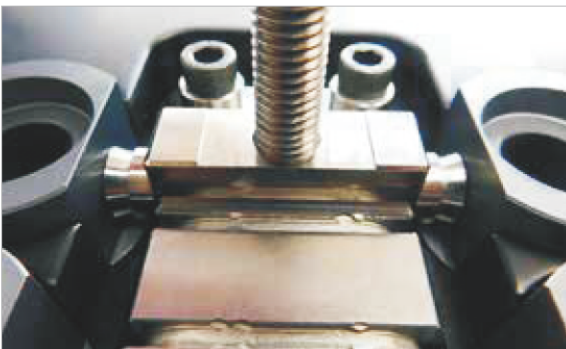

图19-26 使用M10提升螺栓安装
1. 使用M10提升螺栓或手动安装CUBE本体组件。请参见图19-26和图19-27。